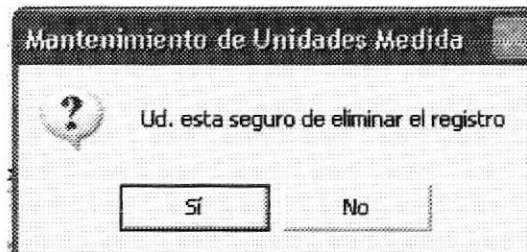

Figura 8.47. Información de tipo de parámetro.
2. Seleccione el botón eliminar **Eliminar** y le aparecerá una pantalla de advertencia como se muestra en la figura 8.47.